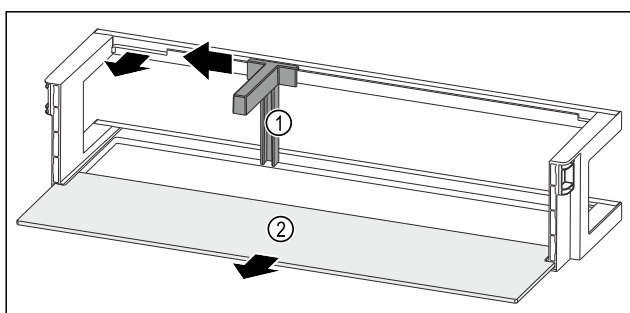

Fig. 213 Balconnet de contre-porte avec range-bouteilles et tablette de rangement
- Pousser le range-bouteilles Fig. 213 (1) sur le côté jusqu'à l'évidement.
- Retirer le range-bouteilles Fig. 213 (1).
- Retirer la tablette de rangement Fig. 213 (2).